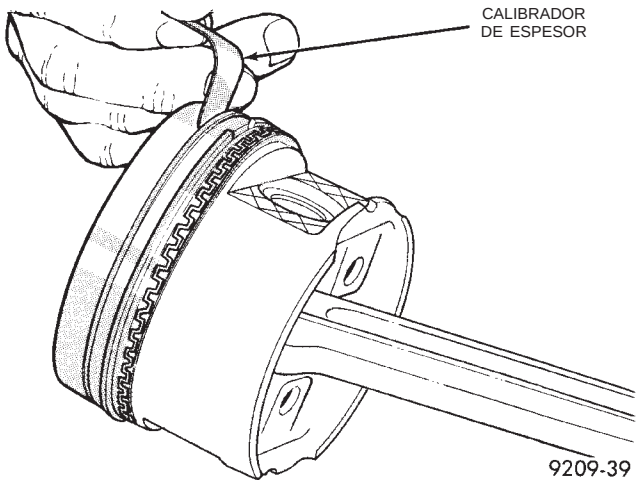

Fig. 6 Luz lateral de los aros de pistón
(2) Verifique la luz lateral entre el aro de pistón y la acanaladura (Fig. 6). Consulte el Cuadro de especificaciones de aros de pistón.